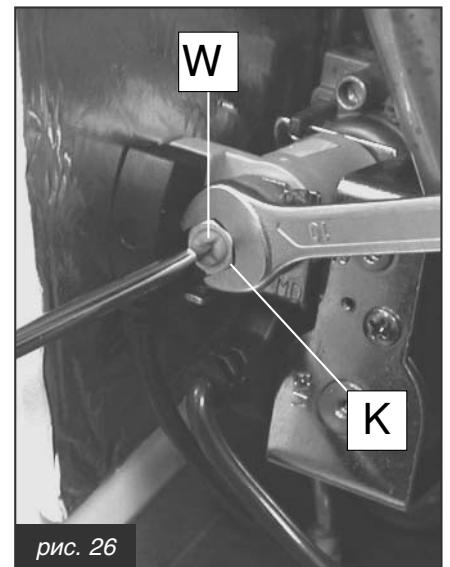

рис. 26
- вращая гайку **К** (внешнюю) **ПО ЧАСОВОЙ СТРЕЛКЕ**, давление на форсунке увеличивается; вращая ее **ПРОТИВ ЧАСОВОЙ СТРЕЛКИ**, давление на форсунке уменьшается (рис. 26);
- удерживая в фиксированном положении гайку **К**, посредством ключа на 10, вращать винт **W** **ПО ЧАСОВОЙ СТРЕЛКЕ**, для увеличения давления; **ПРОТИВ ЧАСОВОЙ СТРЕЛКИ**, для уменьшения значения давления (рис. 26);